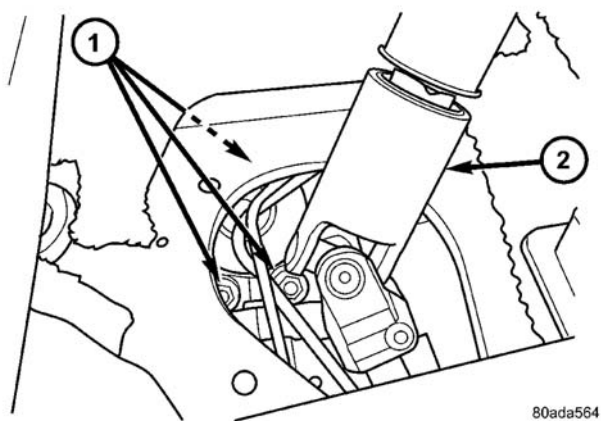

图 16 ICU 固定螺栓
（19）卸下将 ICU 固定到其安装支架的 3 个螺栓（图 16）。
- (1) 将 ICU 置于总泵下面的托架上。拧动上固定螺栓，将其固定在位。
- (2) 在车辆内，安装 ICU 到安装支架的剩余的 2 个固定螺栓（图 16）。将所有 3 个固定螺栓拧紧至 11 N • m (97in.lbs.) 的扭矩。